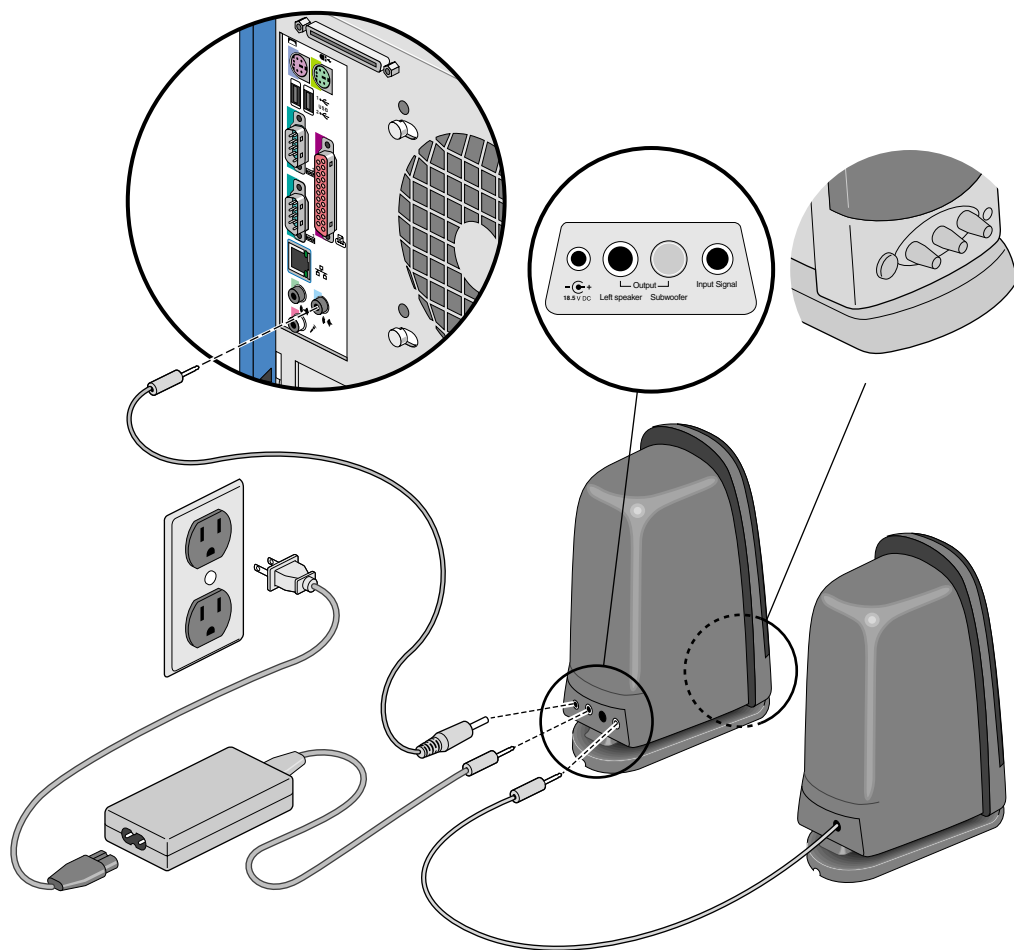

图 1-9 连接扬声器
6. 按照下列说明将扬声器连接到系统上。图 1-9 显示了操作步骤:
- d. 如图 1-9 所示, 将右扬声器连接到左扬声器。